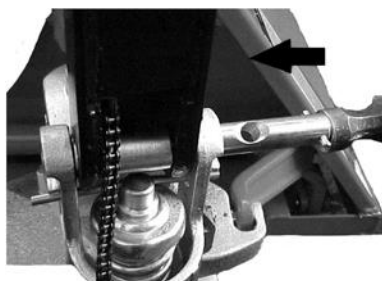

Fig. 6 Montage de l'essieu
- a) Insérez le bras de timon (1) dans le piston de pompe puis utilisez un marteau pour insérer l'essieu avec des trous dans la pompe hydraulique et le bras de timon (Fig. 6).